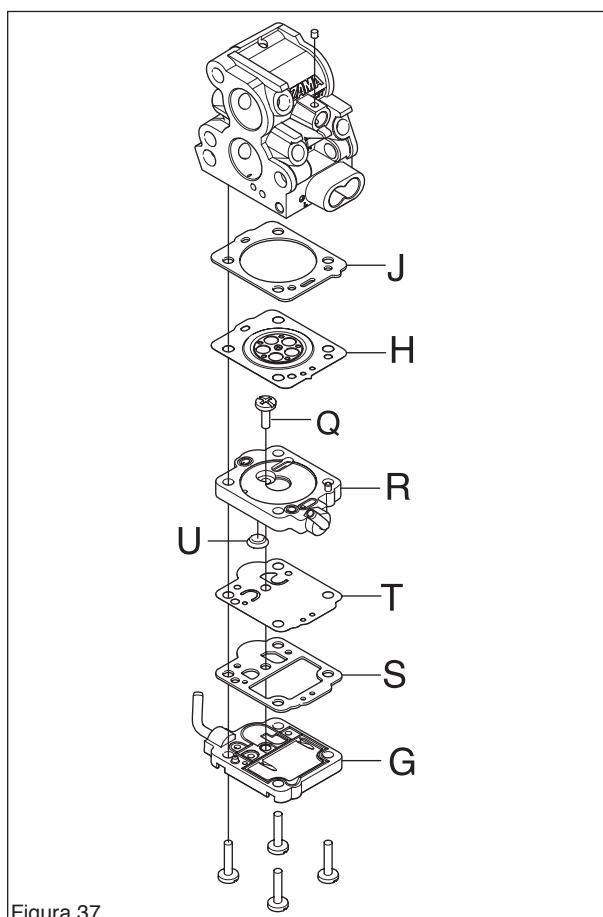

Figura 37
7. Monte la membrana de mando (T) con la junta (S) y la cubierta de la cámara de medición (R) encima del equipo medidor (véase la figura 37).
8. Presione el filtro (U). Monte la cubierta de la cámara de medición (R) y enrosque el tornillo (Q) (véase la figura 37).
9. Una la junta (J) y la membrana de mando (H) y presiónelas (véase la figura 37).
10. Monte todas las piezas y enrosque los cuatro tornillos (véase la figura 37).
Sumergir el carburador en un recipiente con agua. (Ver la figura 37.)